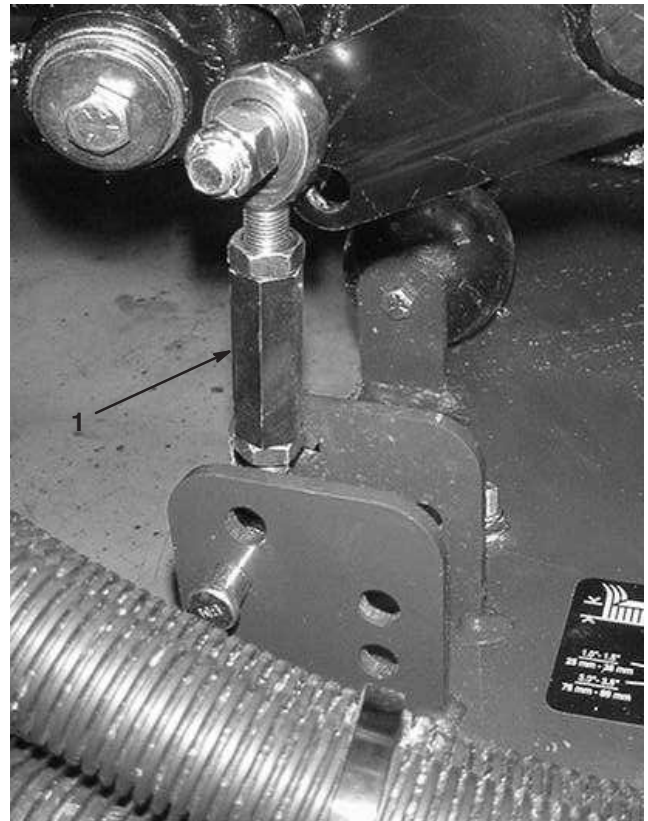
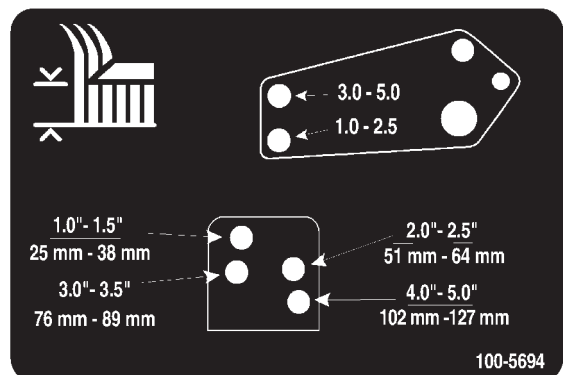

Bild 18
Bild 19
- Entfernen Sie die Splints und Lastösenbolzen, mit denen die Stoßdämpferverbindungen an den Mähwerkbügeln befestigt sind (Bild 18). Fluchten Sie die Stoßdämpferverbindungs Löcher mit den ausgewählten Löchern im Schnitthöheneinstellbügel am Mähwerkrahmen ab (Bild 19), stecken die Lastösenbolzen ein und bringen die Splinte an.